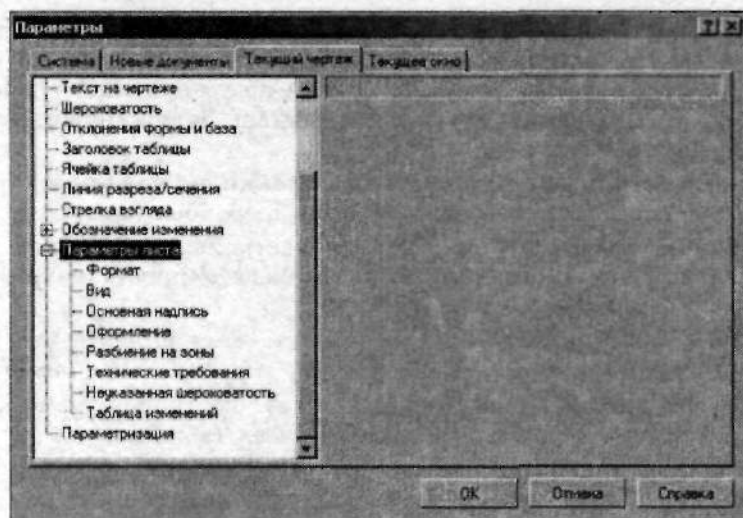

Рис. 1.37. Список настроек листа
- **Параметры листа.** Как видно из названия, все содержащиеся в данном пункте настройки относятся к оформлению листа (рис. 1.37):